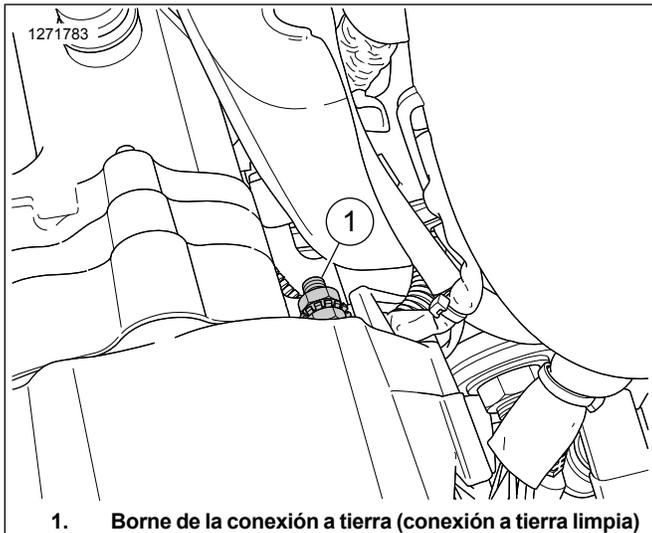

Figura 49. Conexión a tierra del modelo Sportster
Vea Figura 49. El borne de la conexión a tierra (1) está ubicado detrás de la cubierta primaria en la mitad izquierda del cárter.